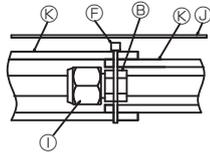

Fig. 3-15
- (2) Enrouler les gaines des tuyaux de raccordement et les fixer à la bande ⑤.
- (3) Attacher l'isolant ④ de manière à ce qu'il recouvre les parties découpées des tuyaux de raccordement. (Fig. 3-15)